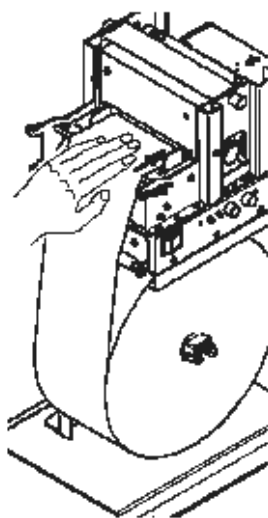

图 4-5 立式结构
**(3) 上纸**
- ◇ 如图4-5所示：将纸头从走纸入口插入，平直地向前推动直到纸头停止。